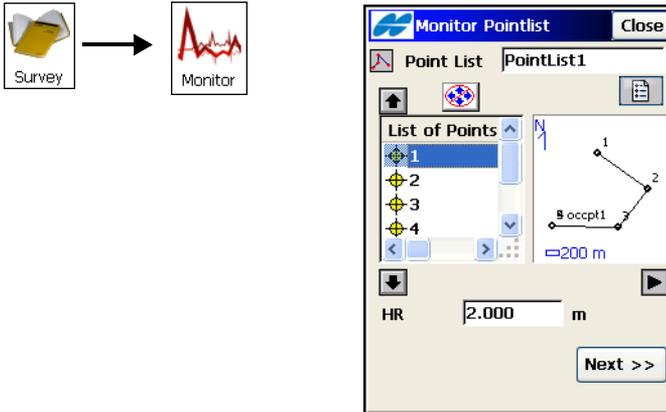

Abbildung 8-72. Überwachungspunktliste
3. Tippen Sie auf **Aufnahme ▶ Überwachung** (Abbildung 8-72). Das Fenster **Punktliste Überwachung** erscheint, damit Sie die Punktliste laden können (Abbildung 8-72).